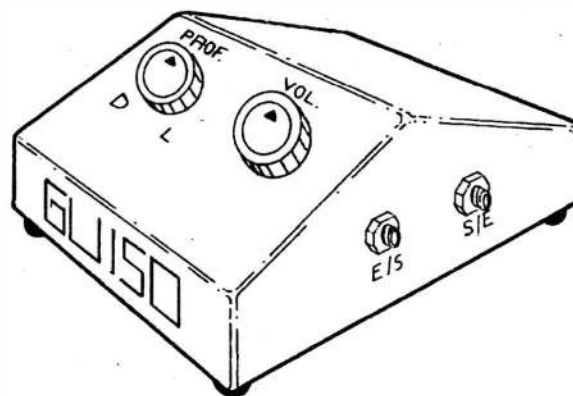

Fig.5
- FIG. 5 -ACONDICIONANDO O CIRCUITO, E DANDO FORMA FINAL AO GUIÃO... - A caixa, conforme já foi sugerido e indicado na **LISTA DE PEÇAS (OPCIONAIS/DIVERSOS)** deve ser forte, estruturada para uso *no chão* (como é comum para os dispositivos do gênero...) e para sofrer os eventuais maus-tratos que o músico, no calor da *performance*, lhe